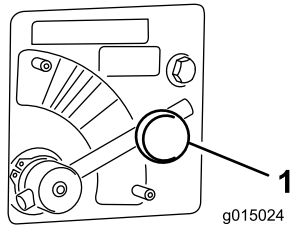

図 33
1. スピナーのバルブレバーを固定しているノブをゆるめる (図 33)。
2. スピナーバルブのレバーを、希望する色に合わせる (図 33)
スピナーバルブのレバーを **BLUE** (青=最高速度) にセットする (図 33)。レバーを一杯に回すと、レバーは水平になる。